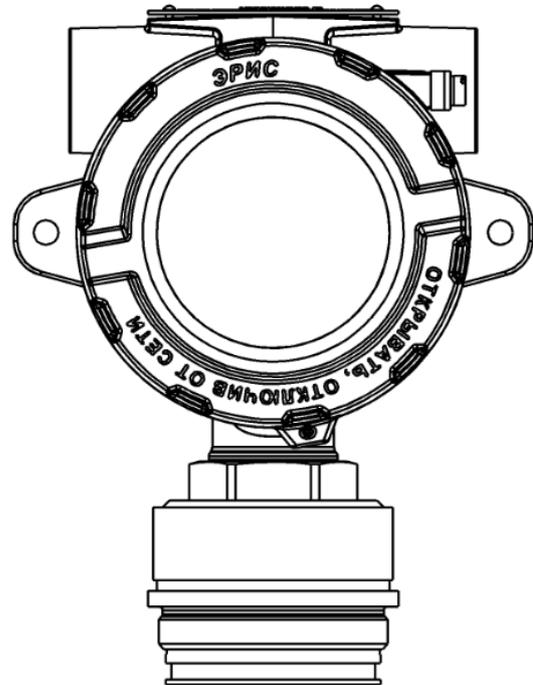

Рисунок 11 – Газоанализатор без влагозащитной насадки
- Снять влагозащитную насадку с газоанализатора (рис. 11);